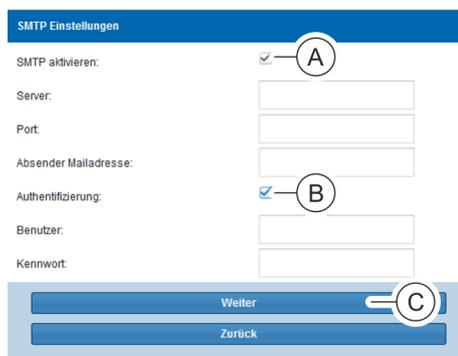

Abb. 44: Fenster "SMTP-Einstellungen"
- 21. Ggf. die Checkbox „SMTP aktivieren“ (Abb. 44/ⓐ) anklicken und eine Serveradresse, einen Port und eine Absender-Mailadresse eingeben.
- 22. Ggf. die Checkbox „Authentifizierung“ (Abb. 44/ⓑ) aktivieren sowie einen Benutzer und ein Kennwort definieren.
- 23. Eingaben über die Schaltfläche „Weiter“ (Abb. 44/ⓒ) bestätigen.